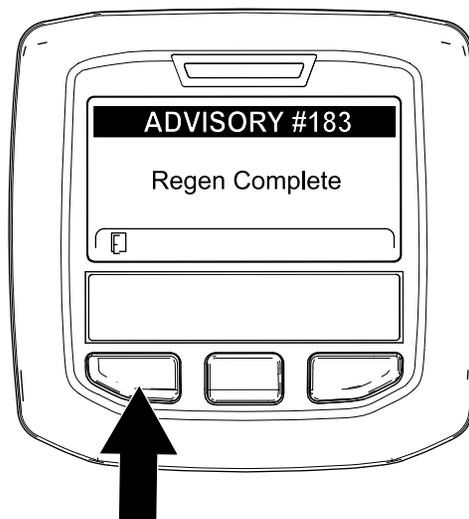

Рисунок 86
9. Когда компьютер двигателя завершает процесс стационарной или восстановительной регенерации, на дисплее инфо-центра появляется информационное сообщение № 183 (Рисунок 86). Для перехода на главный экран нажмите левую кнопку.
Примечание: Если регенерацию не удалось завершить, на дисплее инфо-центра появляется информационное сообщение № 184 (Рисунок 86). Для перехода на главный экран нажмите левую кнопку.